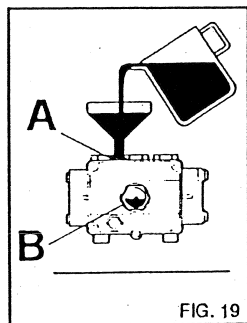

FIG. 19
3) Avvitare il tappo di scarico ed introdurre l'olio dal tappo superiore (fig. 19 A) fino al livello indicato sulla spia (fig. 19 B).